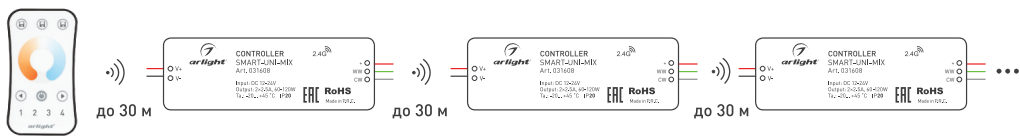

Рисунок 2. Ретрансляция сигнала от пульта ДУ (до 30 м на открытом пространстве)
3.7. Все контроллеры автоматически ретранслируют сигнал от пульта ДУ или панели управления (рисунок 2). Расстояние между контроллерами на открытом пространстве может достигать 30 м.